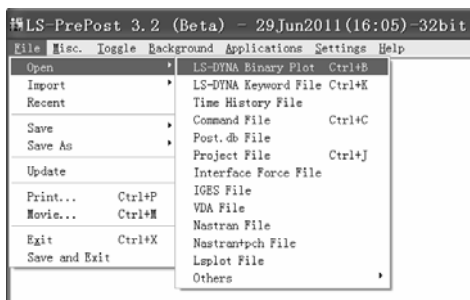
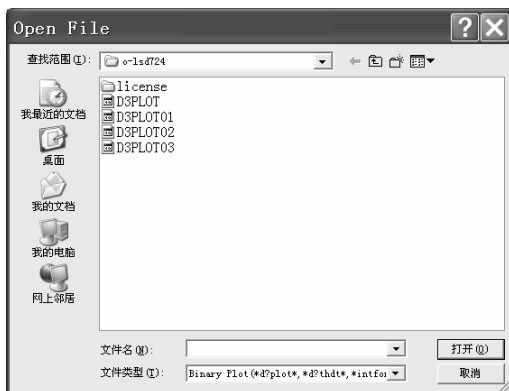

图 1-59 打开计算结果文件
图 1-60 “Open File”窗口
(3) 单击操作界面左上角的 File 下拉菜单，再单击“Open”，最后单击“LS-DYNA Binary Plot Ctrl+B”（见图 1-59），弹出“Open File”窗口（见图 1-60）。